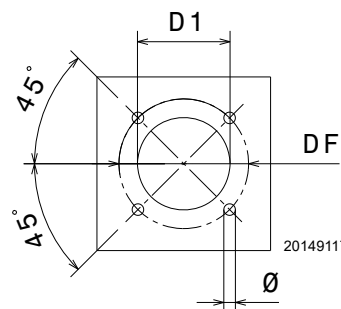

Fig. 13
Perforar la placa de cierre de la cámara de combustión como se indica en Fig. 13 (Tab. MTab. M) Puede marcarse la posición de los orificios roscados utilizando la junta aislante que se suministra con el quemador.
- Introducir todo el quemador en el orificio de la caldera, preparado anteriormente (Fig. 13), y fijar con los tornillos suministrados.